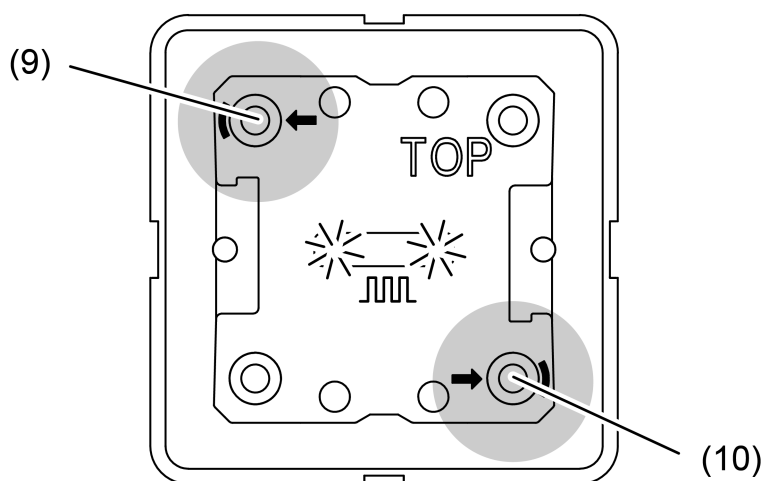

Bild 6: Tasten zur Aktivierung des Programmiermodus
- Programmiermodus aktivieren: Taste oben links (9) drücken und halten. Anschließend Taste unten rechts (10) drücken (siehe Bild 6).